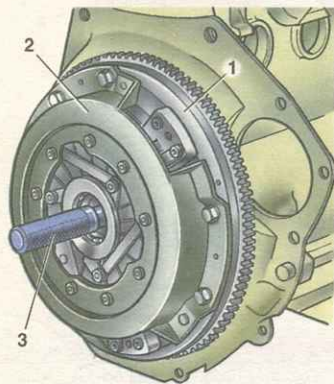

Рис. 4.4. Центрирование ведомого диска сцепления с помощью оправки А.70081: 1 – упорный фланец нажимной пружины; 2 – сцепление в сборе; 3 – оправка А.70081
- расположите ведомый диск выступающей частью ступицы с кольцевой канавкой в сторону коробки передач и отцентрируйте диск относительно подшипника оправкой А.70081, имитирующей шлицевой конец первичного вала коробки передач (рис. 4.4).
**Установка** коробки передач производится в порядке, обратном снятию. Перед установкой нанесите тонкий слой смазки ЛСЦ-15 (ЛИТОЛ-24) на шлицевой конец первичного вала и отцентрируйте оправкой А.70081 ведомый диск сцепления (см. рис. 4.4).